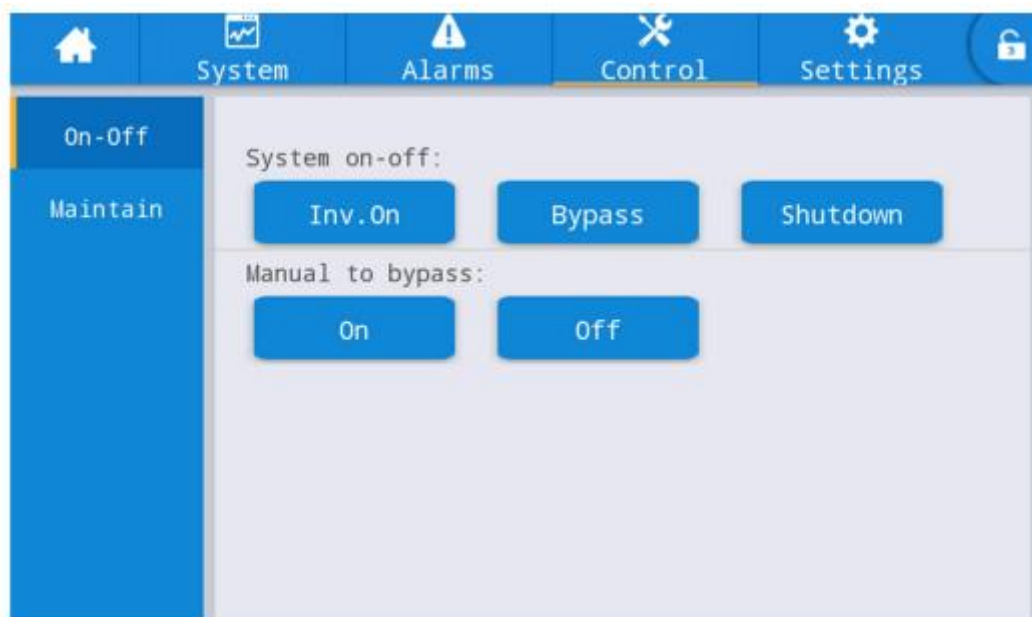

Рисунок 5.2 – Переход в режим байпас
- перейдите в меню «Maintain» (см. Рисунок 5.2),